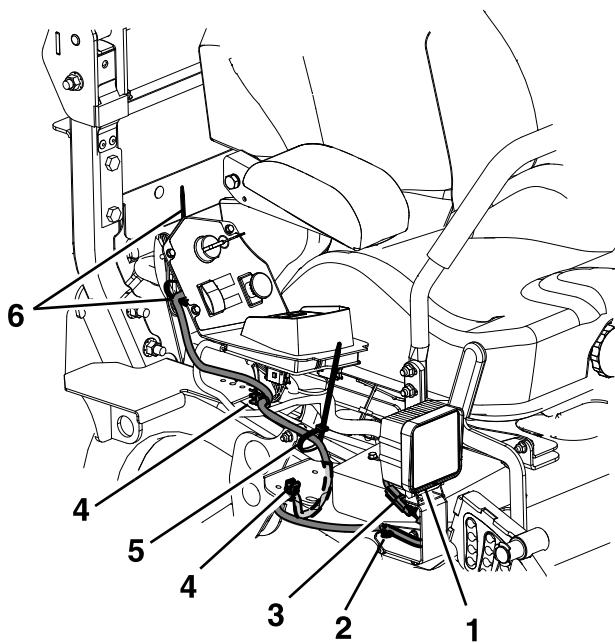

Figure 5
11. Connectez le faisceau d'éclairage au feu droit et fixez-le au cadre comme montré à la Figure 5.